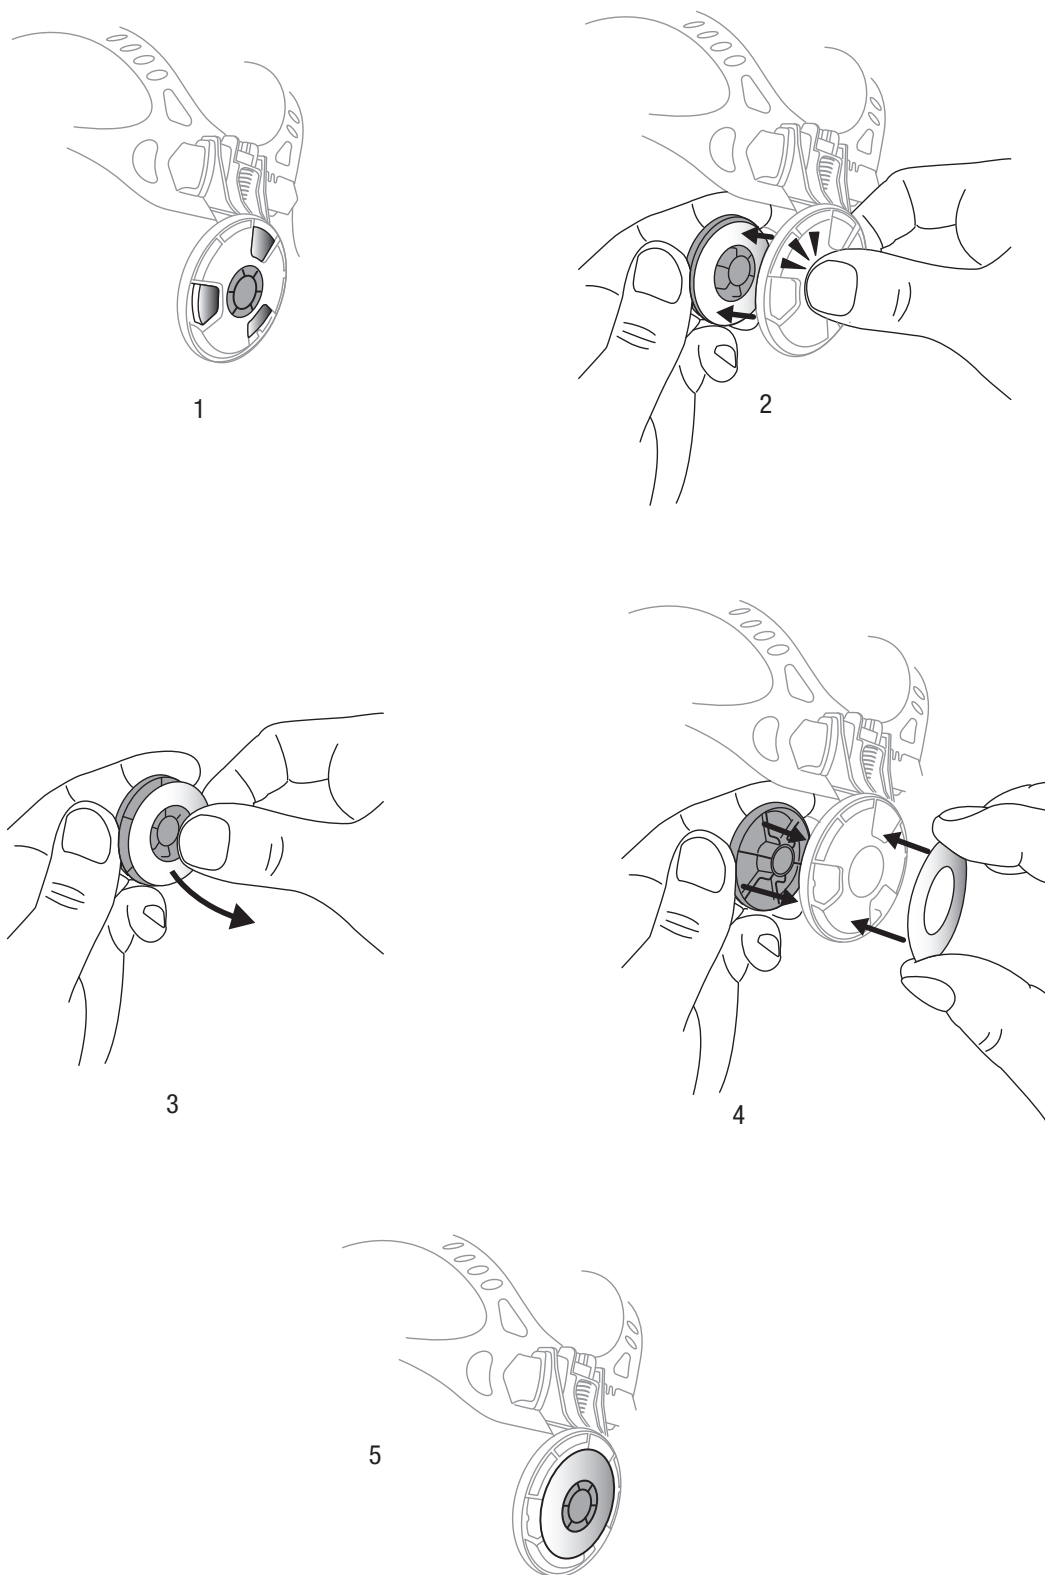

Fig. 6c
- Le point d'immobilisation peut être désactivé comme suit : dévisser le bouton de pivot de gauche, retirer la rondelle de retenue, retirer la rondelle en acier inoxydable, remettre la rondelle de retenue, placer la rondelle en acier inoxydable par-dessus la rondelle de retenue (la rondelle en acier inoxydable a été retirée d'en dessous de la rondelle de retenue pour la mettre par-dessus celle-ci), puis remettre le bouton du pivot de gauche en place (Fig. 6c).